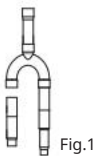
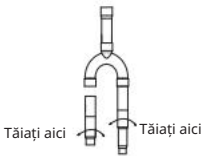

Fig.1
Fig.2
- a. Când selectați modelul FQZHN-04SB1, obiectul real ca afișat în Fig.1 și apoi să presupunem că țeava utilizată prezentă este Φ15.9, apoi ca afișat în Fig.2, tăiați țeava sudată a componentei țevii de derivație.
- b. După cum este afișat în Fig.2, tăiați conducta de legătură independentă.